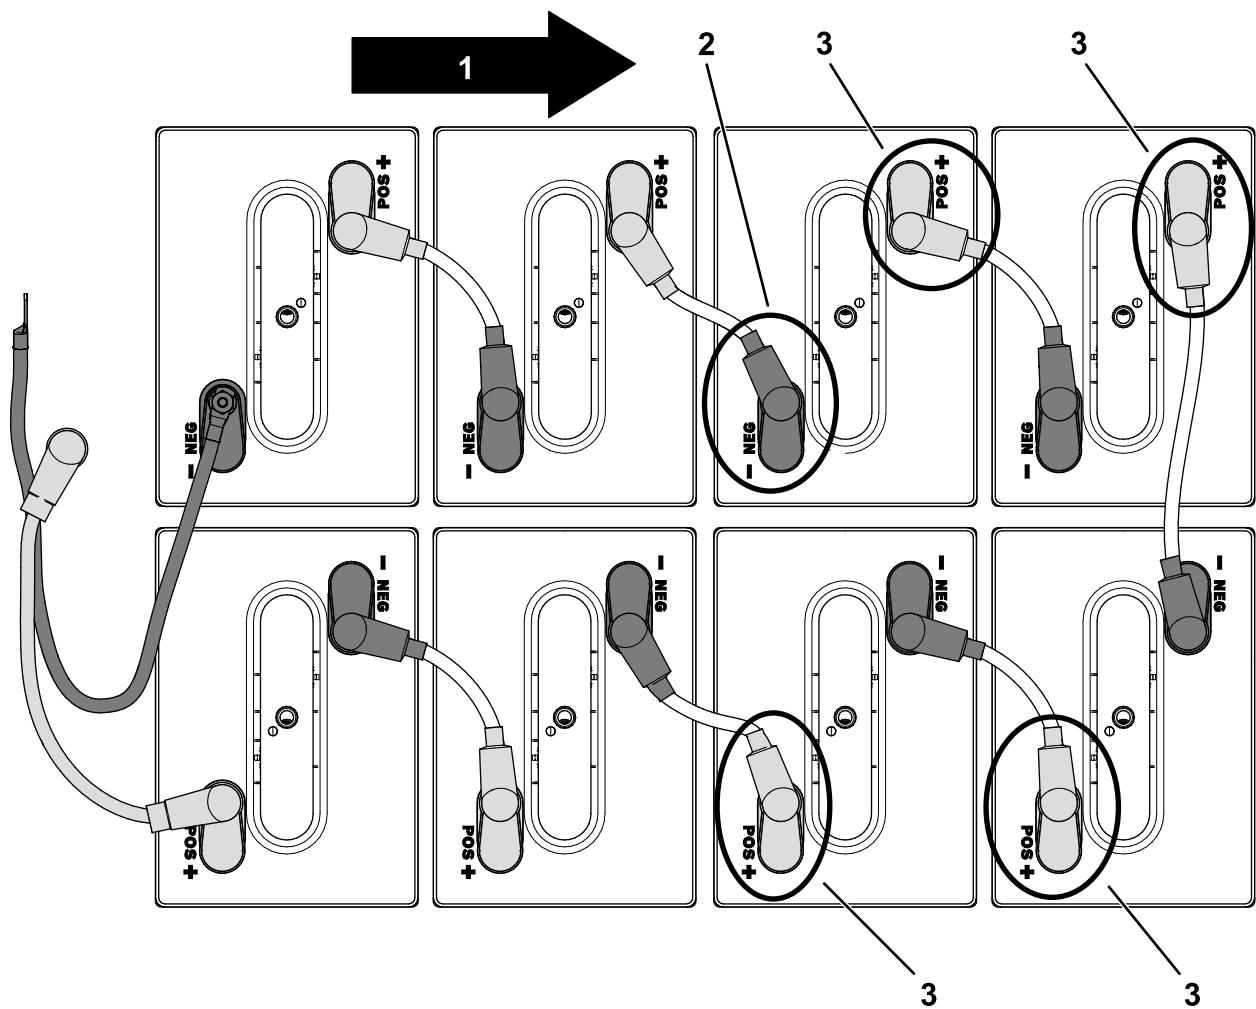

Figura 58
3. Desligue o terminal positivo (+) nas quatro baterias frontais no tabuleiro de baterias dianteiro (Figura 58).
4. Desligue o terminal negativo (-) como se mostra na Figura 58.
5. Retire as quatro baterias frontais (Figura 58).